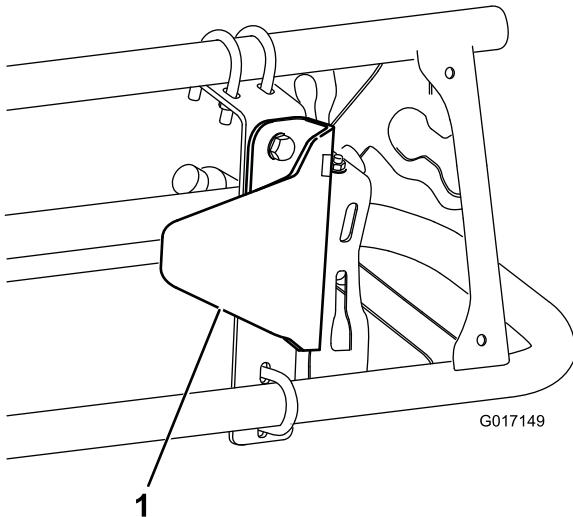

Figura 10
2. Installate la staffa di protezione sensore sulla staffa di montaggio con 2 bulloni (5/16 x 3/4 poll.) e 2 dadi flangiati (5/16 poll.) come mostrato in Figura 10.